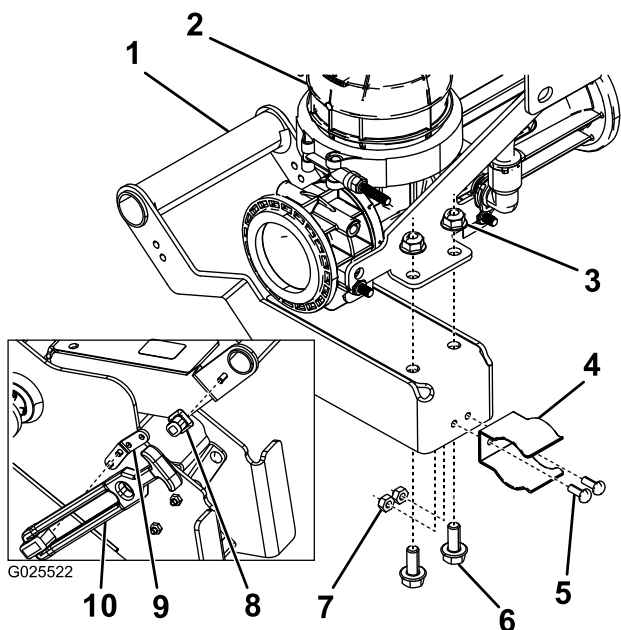

Figure 13
1. Fixez l'ergot de verrouillage à la poignée du mélangeur au moyen d'un boulon à tête hexagonale (Figure 13).
2. Fixez le support d'extension au cadre porteur principal au moyen de 2 boulons à tête hexagonale (Figure 13).
3. Reliez la poignée de verrouillage au support d'extension (Figure 13).
4. Fixez la poignée sur le mélangeur au moyen de 2 boulons à embase et écrous à embase (Figure 13).